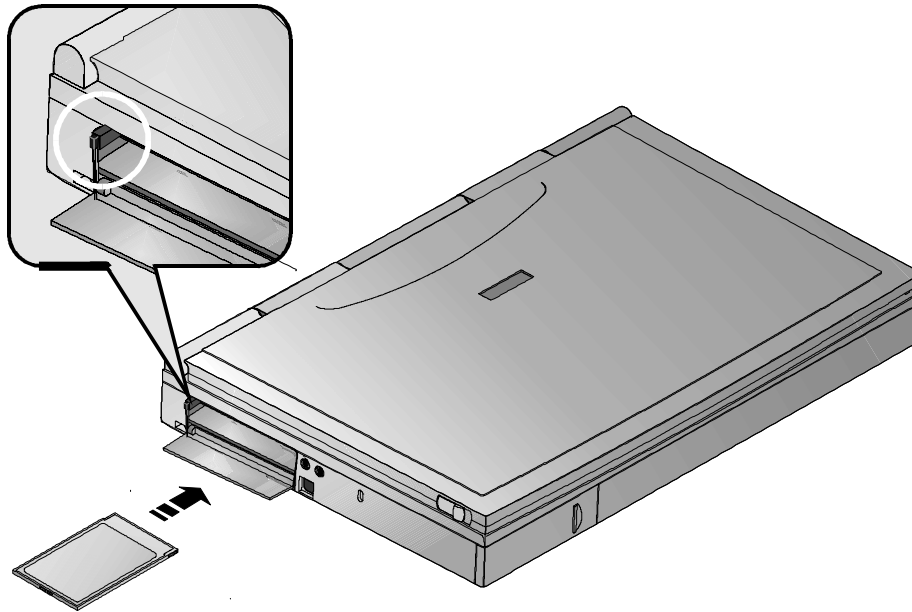

Figure 5-1 : insertion et éjection d'une carte PC
Insérez une carte PC comme décrit ci-après et en vous rapportant à la figure 5-1.
Éjectez une carte PC comme décrit ci-après et en vous rapportant à la figure 5-1.
1. Pour retirer une carte PC, appuyez simplement sur le bouton d'éjection approprié : appuyez sur le bouton d'éjection de gauche pour éjecter une carte PC de type I ou II de l'emplacement inférieur, ou une carte PC de type III. Le bouton d'éjection de gauche est représenté entouré d'un cercle sur l'agrandissement de la figure 5-1.
1. Insérez la carte PC pour modem dans l'emplacement pour carte PC. Consultez la figure 5-1 si vous ne savez pas comment insérer une carte PC dans l'emplacement pour cartes PC.
1. Insérez la carte PC pour réseau dans l'emplacement pour carte PC. Consultez la figure 5-1 si vous ne savez pas comment insérer une carte PC dans l'emplacement pour cartes PC.
1. Sauvegardez toutes vos données et fermez toutes les applications ouvertes. Insérez la carte PC pour modem dans l'emplacement pour carte PC. Consultez la figure 5-1 si vous ne savez pas comment insérer une carte PC dans l'emplacement pour cartes PC.
2. Insérez la carte PC pour réseau dans l'emplacement pour carte PC. Consultez la figure 5-1 si vous ne savez pas comment insérer une carte PC dans l'emplacement pour cartes PC. Mettez le notebook sous tension. La carte PC pour réseau doit être installée dans le notebook avant l'amorçage.